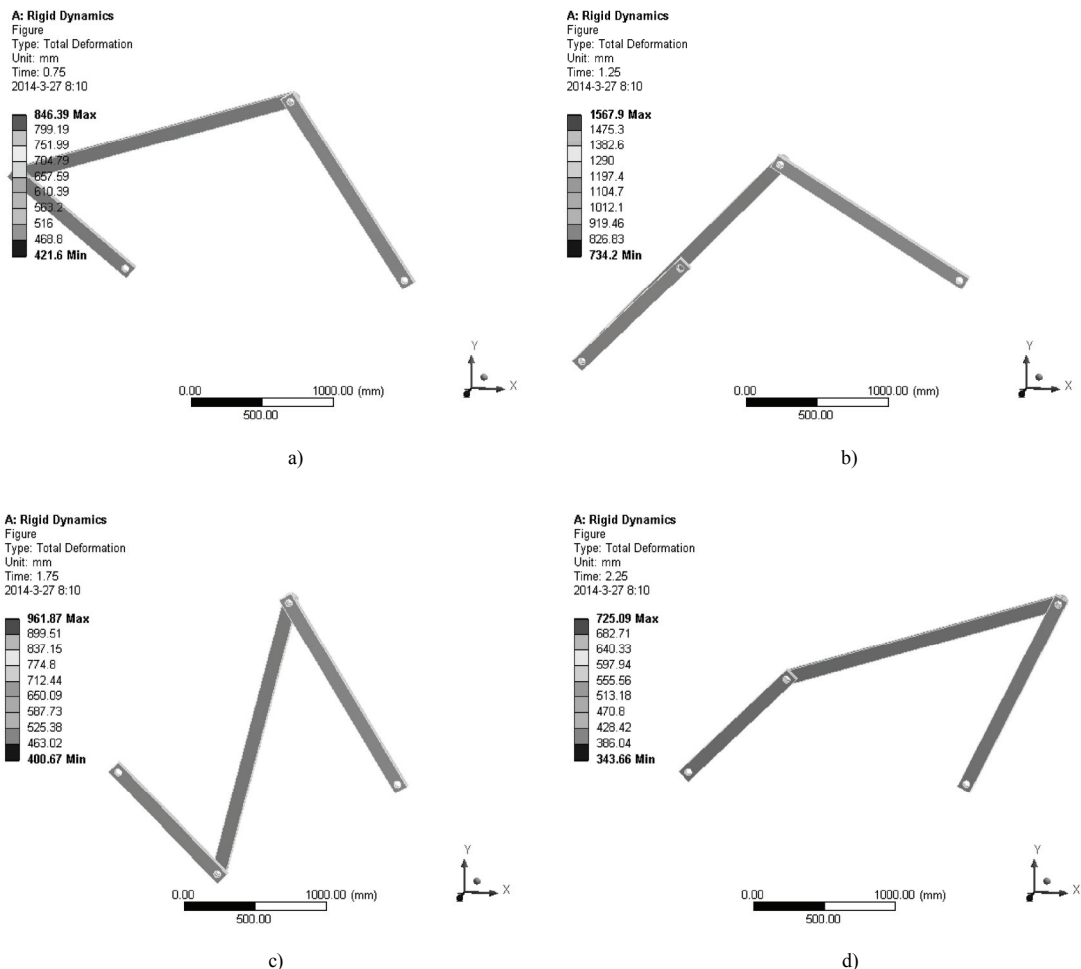

图 16-21 查看变形历程
4) 在 Outline 树结构图中的 Total Deformation 2 上单击右键, 在弹出的快捷菜单中选择 Evaluate All Results, 此时进行求解, 求解后得到的图形如图 16-21 所示。